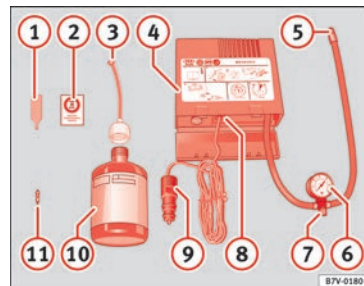

Abb. 48 Prinzipdarstellung: Bestandteile des Pannensets
- Ventilkappe und Ventileinsatz vom Reifenventil abschrauben. Verwenden Sie den Ventileinsatzdreher » **Abb. 48 ①** zum Heraus-schrauben des Ventileinsatzes. Legen Sie den Ventileinsatz auf einem sauberen Untergrund ab.
- Reifendichtmittelflasche kräftig schütteln » **Abb. 48 ⑩**.
- Schrauben Sie den Einfüllschlauch » **Abb. 48 ③** auf die Dichtmittelflasche. Die Folie am Verschluss wird automatisch durchstoßen.
- Verschlussstopfen vom Einfüllschlauch » **Abb. 48 ③** entfernen und das offene Ende ganz auf das Reifenventil stecken.
- Ventileinsatz mit dem Ventileinsatzdreher » **Abb. 48 ①** wieder in das Reifenventil schrauben.
- Reifenfüllschlauch » **Abb. 48 ⑤** des Luftkompressors fest auf das Reifenventil schrauben.
- Prüfen, ob die Luftablassschraube » **Abb. 48 ⑦** zuge dreht ist.
- Stecker » **Abb. 48 ⑨** in die 12 Volt-Steckdose des Fahrzeugs stecken » **Seite 130**.
- Luftkompressor mit dem EIN- und AUS-Schalter » **Abb. 48 ⑧** einschalten.